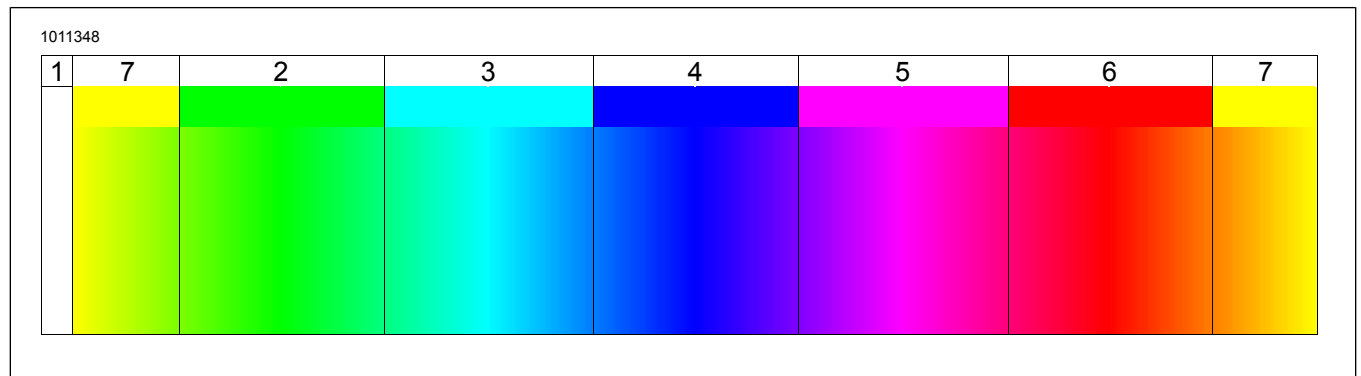

Figura 4. Espectro de color
- Consulte la Figura 4. Se encuentran disponibles siete zonas de color preestablecidas. Cada una de ellas tiene varios tonos: